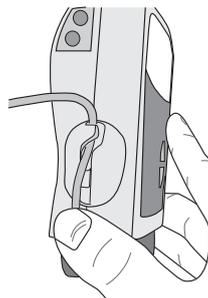

図2
- ・親指でセンサ下側のチューブを押さえ、チューブを溝に沿って噛ませながら引っ掛けます (図2)。